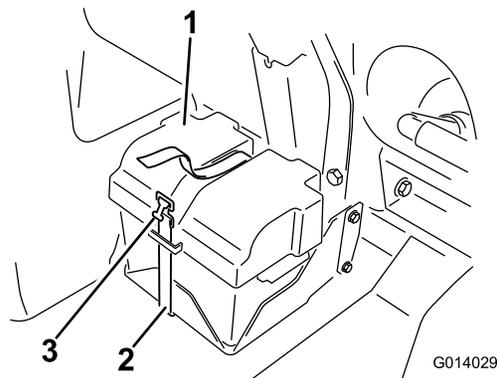

Figura 48
3. Coloque a tampa da bateria e fixe-a com a correia que retirou anteriormente (Figura 48).